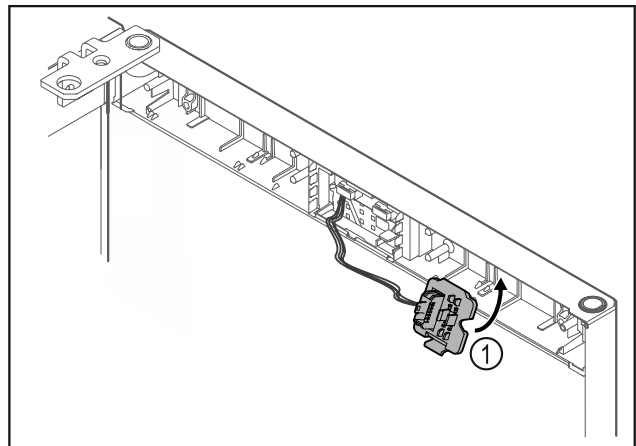

Fig. 18
- Zaistite držiak zástrčky Fig. 18 (1) na opačnej strane.